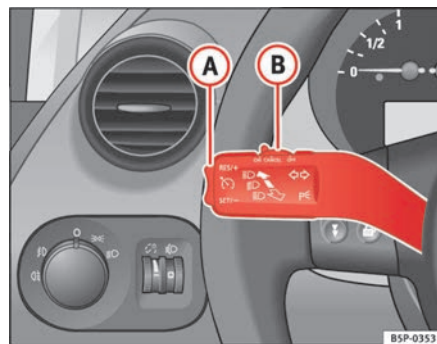

Fig. 149 Leva degli indicatori di direzione e degli abbaglianti: interruttore e tasto di comando del regolatore di velocità
- Premere la parte superiore del tasto **RES/+** ⇒ fig. 149 **B** per aumentare la velocità. La velocità sale finché si tiene premuto il tasto. Il sistema memorizza come parametro di riferimento la velocità raggiunta nel momento in cui si lascia andare il tasto.
Se si riduce la velocità schiacciando il pedale del freno, il regolatore si disattiva. Per riattivare il regolatore di velocità basta premere una volta sulla parte superiore del tasto **RES/+** ⇒ pag. 184, fig. 149 **(A)**.